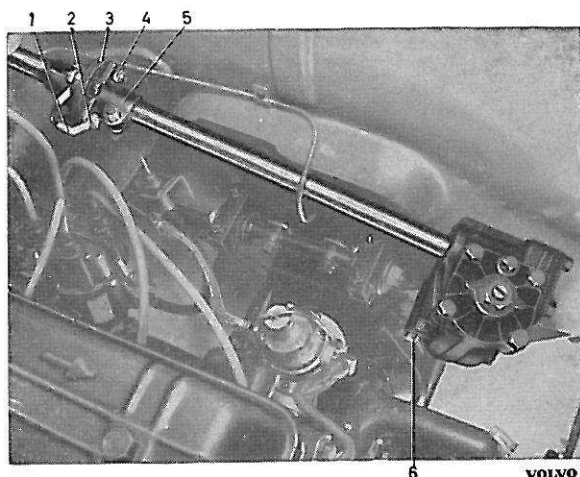

Figure 46. Boîtier de direction, 120 ancien modèle
2. Séparer le boîtier de direction de la colonne de direction. Sur les boîtiers d'ancien modèle (figure 46), ceci se fait en enlevant les écrous (2 et 4) et en retirant les vis. Pour les 120 équipées d'un dispositif de sécurité (figure 35), enlever la vis de serrage du flasque. Pour la 1800 équipée d'un dispositif de sécurité, enlever l'écrou (4, figure 47) de la douille (3) en se servant d'une clé à crochet introduite dans le trou de l'écrou.